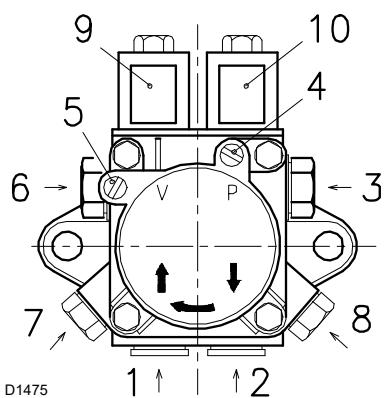

Fig. 18
Leyenda (Fig. 18)
- A fin de que la bomba pueda autocebarse, es indispensable aflojar uno de los tornillos 4)-8)(Fig. 18) de la bomba para purgar el aire que pueda haber en el tubo de aspiración.
Para variar la presión de la 1° llama, usar el tornillo 6)(Fig. 18).
Para variar la presión de la 2° llama, usar el tornillo 7)(Fig. 18).